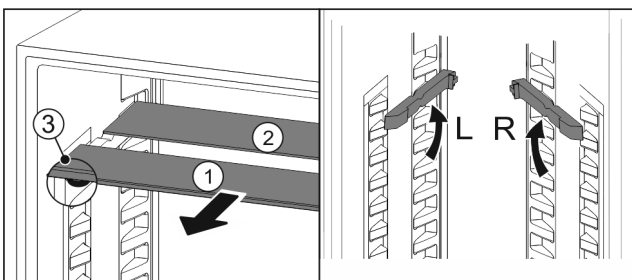

Fig. 74
- estrarre i ripiani di vetro singolarmente tirando in avanti Fig. 74 (1).
- Il piano in vetro Fig. 74 (1) con il motivo ornamentale è nella parte anteriore.
- I fermi Fig. 74 (3) sono rivolti verso il basso.